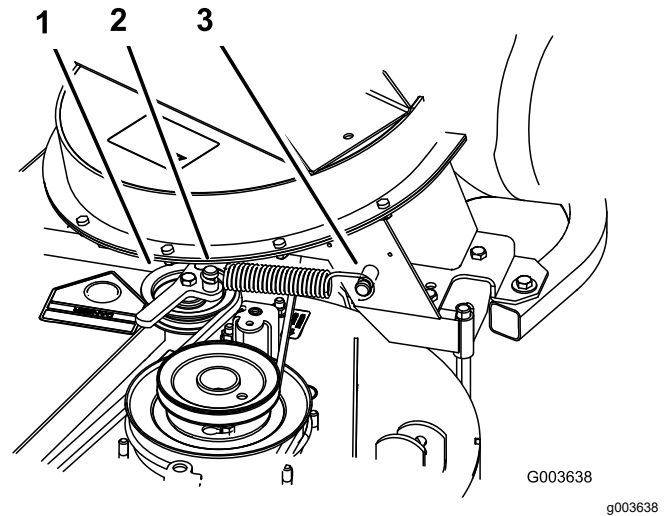

Figura 41
6. Instale el muelle según se muestra en Figura 41.